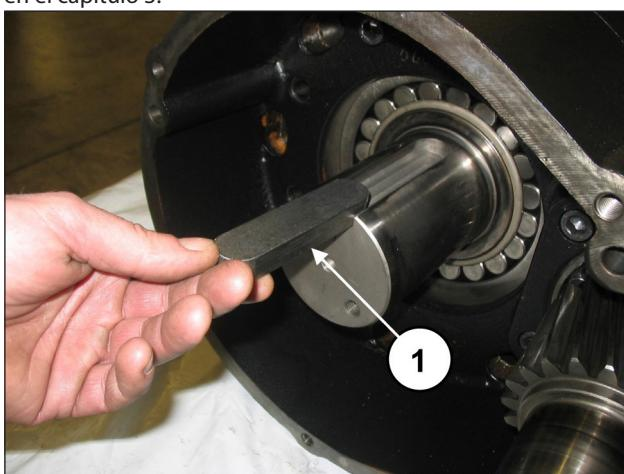

Fig. 62
Introducir la lengüeta 22x14x100 en el alojamiento del eje (pos. ①, Fig. 62) e introducir la corona en el eje.